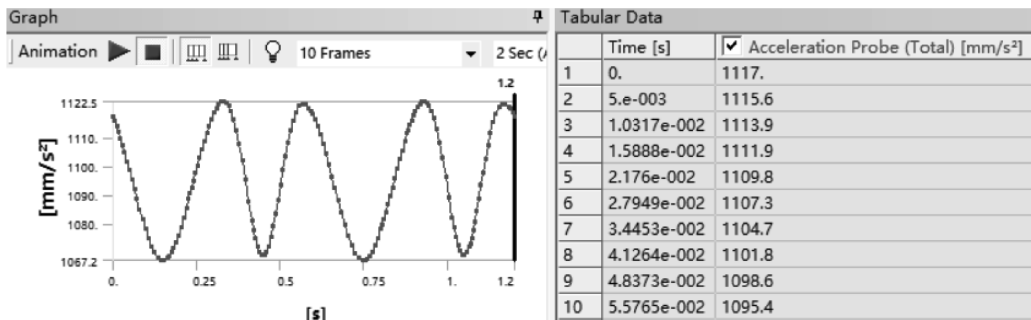

图 5-12 加速度轨迹及数值
(3) 单击【Acceleration Probe】，可以看到加速度轨迹及数值，如图 5-12 所示。也可进行动画设置，显示机构运动。